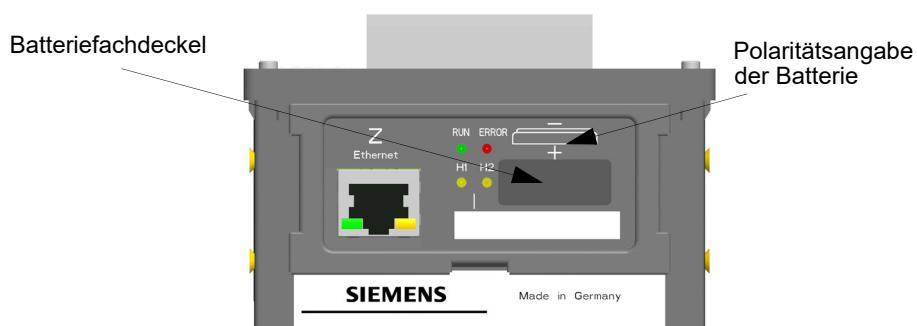

Bild 5-1
- ✧ Setzen Sie die Batterie unter Beachtung der auf der Geräteoberseite aufgedruckten Polarität (siehe Bild 5-1) in die Batteriefassung ein.